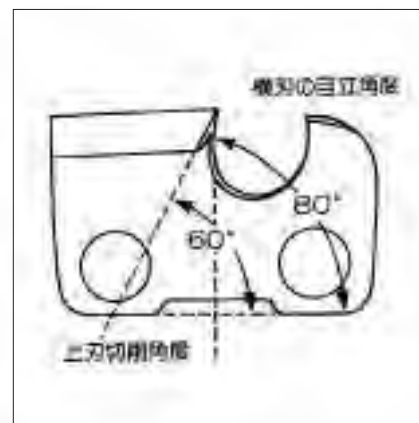

図19
- 丸ヤスリの水平を保って、押すときだけヤスリをかけ、手前に引くときは刃部にヤスリを当てないようにして、上刃および横刃の目立てをしてください。(図19,21参照)